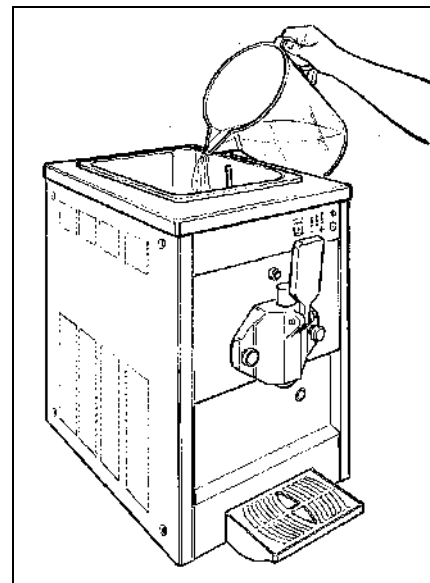

Fig. 6
- Verser le produit dans le bac supérieur (fig.6) et attendre qu'il s'écoule à l'intérieur du cylindre de congélation en tenant compte que la capacité du cylindre est d'environ 8 litres alors que celle du bac supérieur est d'environ 10.